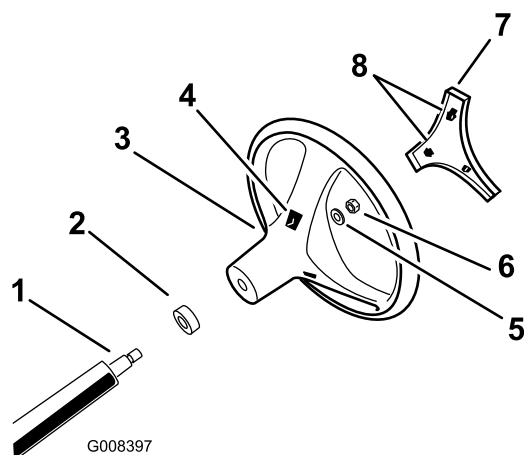

Figura 3
4. Fissate il volante sul piantone usando il dado di bloccaggio (Figura 3). Serrate il dado di bloccaggio a una coppia di 24-29 N m.
5. Allineate le linguette del coperchio alle fessure nel volante e fate scattare il coperchio sul mozzo del volante (Figura 3).